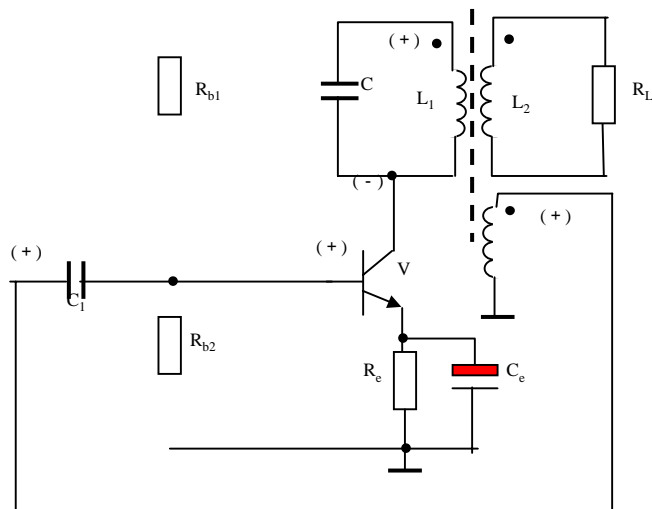

图6.1 变压器反馈式正弦波振荡电路
(1) 相位平衡条件：为满足相位平衡条件，变压器的初、次级之间同名端必须正确连接。如图6.1所示，设某一瞬间基极对地信号电压为正极性“+”，由于共射电路的倒相作用，集电极的瞬时极性“-”，即 $\varphi_A = 180^\circ$ 。当频率 $f_0$ 时：LC回路的谐振阻抗是纯电阻性，由图中 $L_1$ 及 $L_2$ 的同名端可知，反馈信号与输出电压极性相反，即。 $\varphi_A + \varphi_B = 360^\circ$ ，保证了电路的正反馈，满足振荡的相位条件。